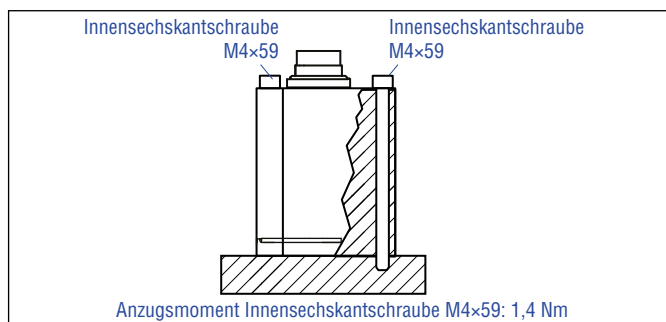

Abb. 32: Befestigung mittels Innensechskant-Schrauben M4x59
- Montieren Sie das Sensorelektronikgehäuse über die drei Innensechskantschrauben M4x59 aus unmagnetischem Material. Anzugsmoment: 1,4 Nm (Abb. 32). Sichern Sie die Schrauben vor dem Wiedereinbau, z.B. mit Loctite 243.
- Montieren Sie das Sensorelektronikgehäuse über drei Innensechskantschrauben M4x59 aus unmagnetischem Material. Anzugsmoment: 1,4 Nm (Abb. 32). Sichern Sie die Schrauben vor dem Wiedereinbau, z.B. mit Loctite 243.